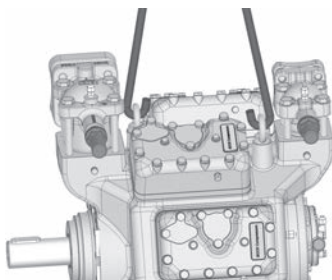

Abb. 7
- Transport- und Aufhängemöglichkeit an den Transportösen (Abb.7).